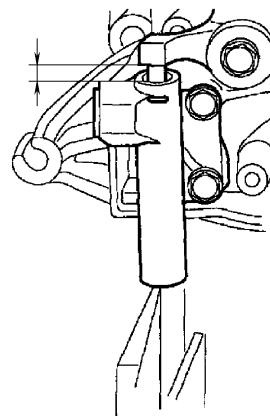

图 31-46 测量张紧器凸出长度
9) 检查正时带张紧器: 沿顺时针方向转动曲轴 2 圈, 等待 5min 后, 在 1 缸活塞处于压缩上止点处, 测量张紧器的凸出长度, 应为 $7 \sim 9 \text{ mm}$, 如图 31-46 所示。